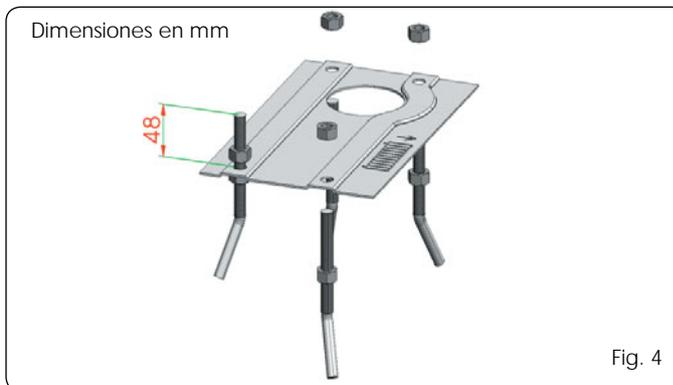

Fig. 4
1. Ensamble la placa de cimentación de la manera indicada en la Fig. 4.